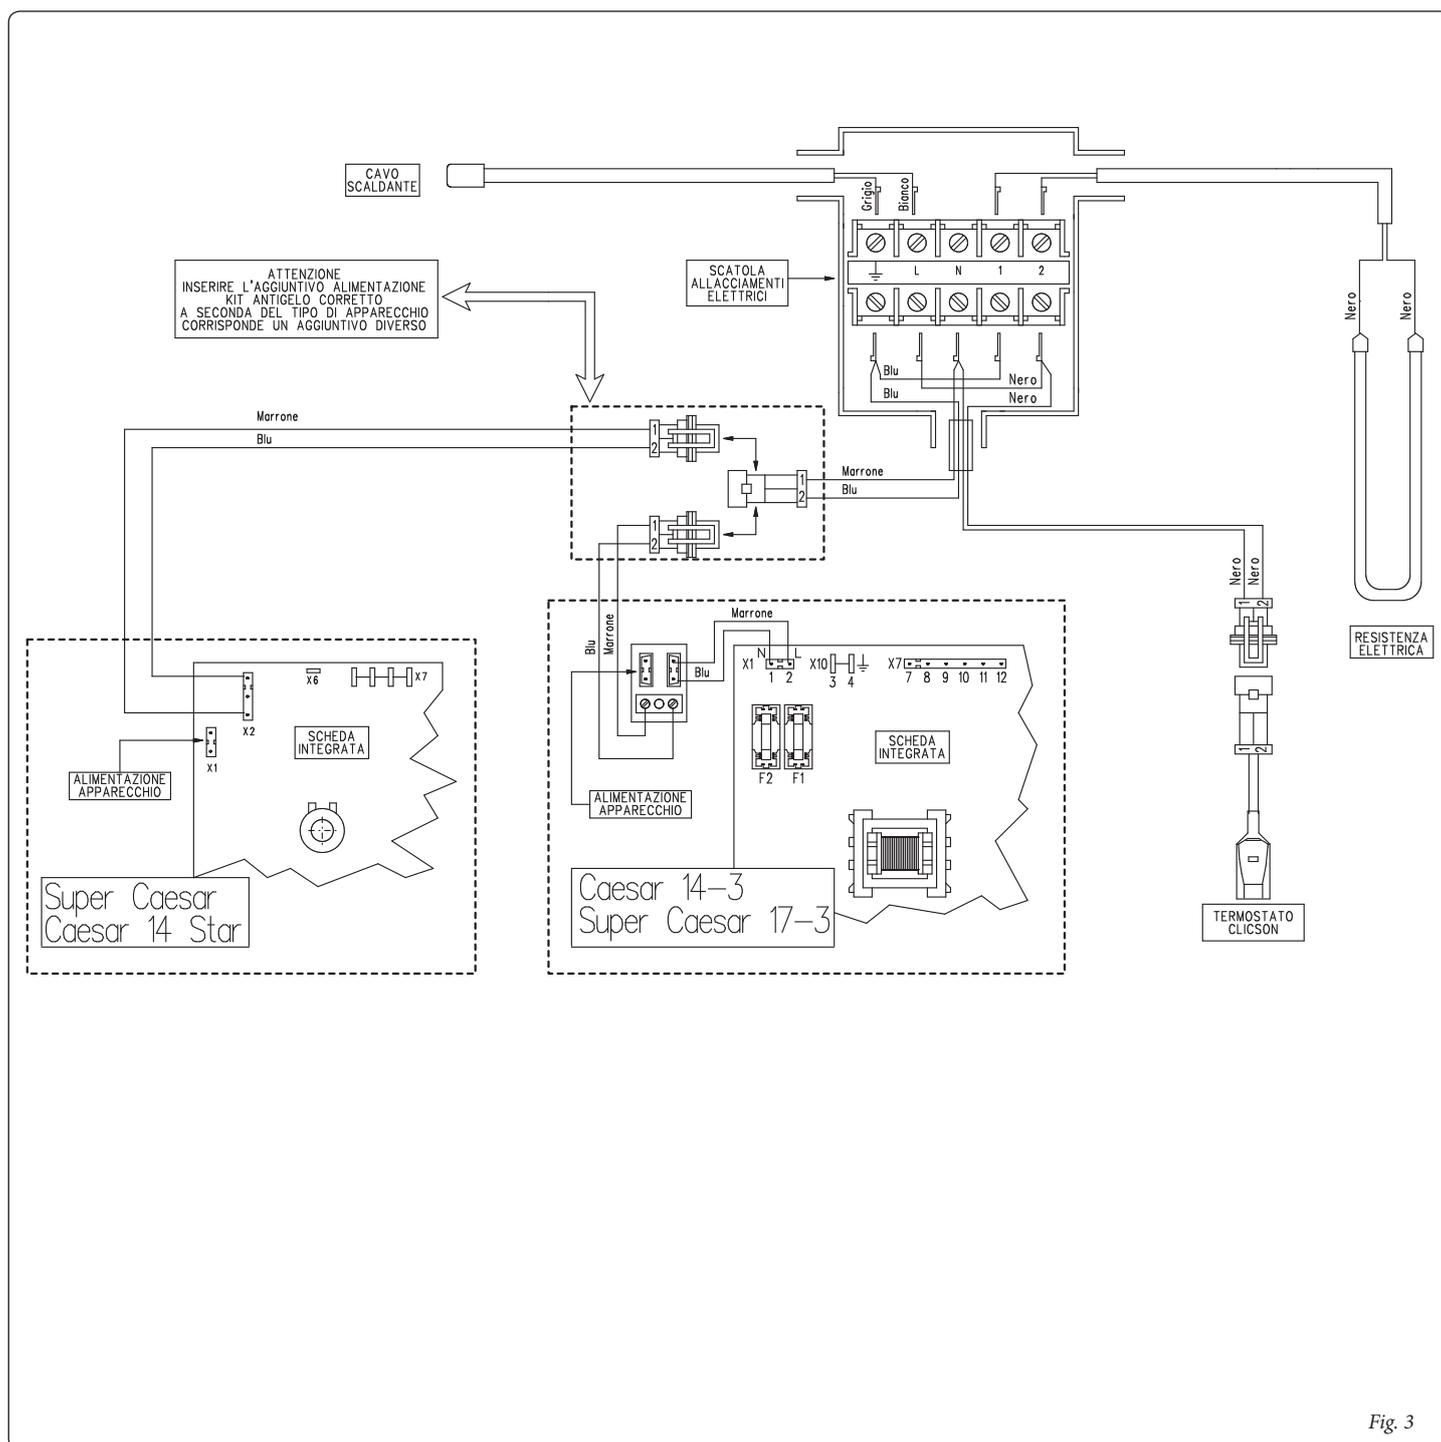

Fig. 3
- Fissare il termostato clicson (6) mediante le due viti (7) già presenti sul fondo della camera stagna e coprirlo con l'apposito cappuccio di protezione (8).
- Avvolgere il tubo entrata acqua fredda (9) con 12 spire di cavo scaldante (11) pari a circa 1100 mm di cavo. Fare attenzione a:
- partire con le spire dal punto segnato sul cavo (A) che indica l'inizio della parte scaldante;
- A questo punto percorrendo la minor distanza possibile passare all'avvolgimento del tubo uscita calda (10) mediante 10 spire di cavo scaldante (11) pari a circa 800 mm di cavo. Fare attenzione a:
- Aprire il cruscotto dello scaldabagno, la scatola allacciamento (5) e procedere al collegamento elettrico del cavo (12) scegliendo il cablaggio in base al proprio modello di scaldabagno e al collegamento della resistenza elettrica (1) alla scatola allacciamento (5) (vedi schema elettrico fig. 3).